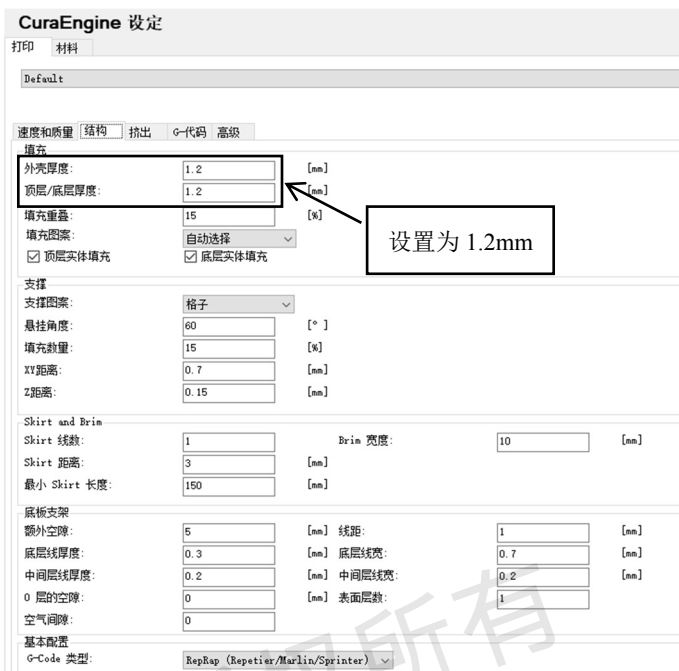

图 1-2-8 设置参数
(2) 单击“结构”选项卡，如图 1-2-8 所示设置参数，将外壳厚度和顶层/底层厚度均设置为 1.2mm，其余参数保持默认。